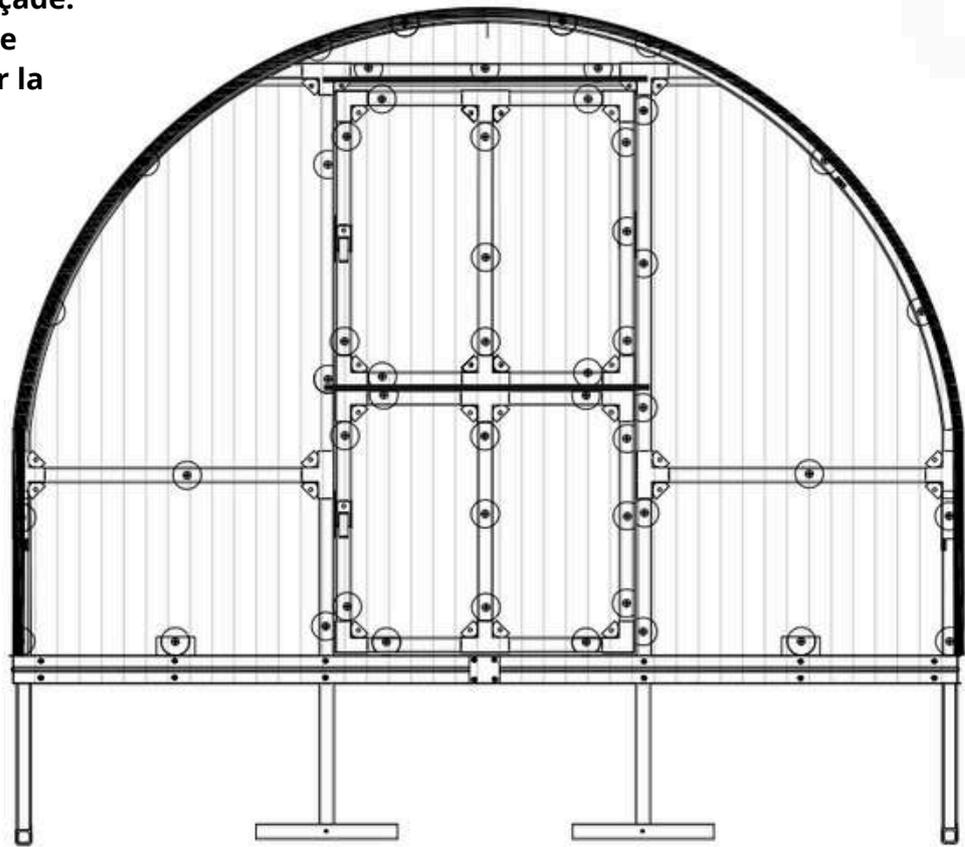

Fig. 20
**22** - Appliquez un ruban d'étanchéité en aluminium (No 34) sur les parties avant et arrière de la serre sur le canal ouvert du polycarbonate supérieur découpé selon le cadre. Scellez les canaux supérieurs en polycarbonate de la porte-fenêtre avec un ruban protecteur. **VOIR FIG. 20.**